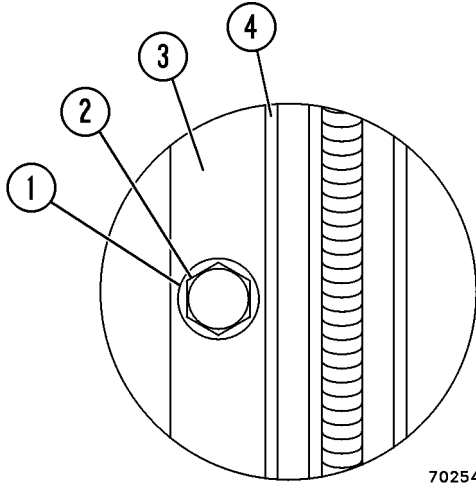

FIGURA 2-3. AJUSTE DEL PERNO DE LA JAMBA DE LA PUERTA
1. Dibuje el contorno externo de la arandela (1, Figura 2-3) en el perno de la jamba de la puerta con un marcador, un lápiz o un bolígrafo para marcar su ubicación.
2. Suelte el perno de la jamba de la puerta (2) y muévela 1,5 mm (1/16 de pulgada) en línea recta hacia dentro. Luego, vuelva a apretar el perno.
3. Coloque un trozo de papel donde el sello de la puerta (4) hará contacto con la superficie de la cabina y cierre firmemente la puerta.